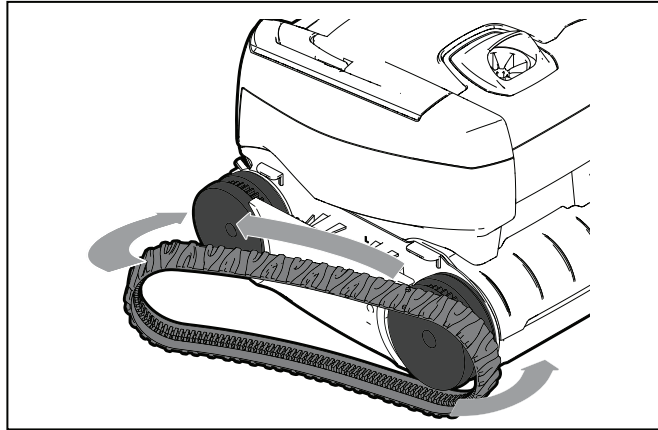

Figure 24. Étirement du rail autour des roues
3. Pour installer un nouveau rail, placez la nervure intérieure du rail dans la rainure de la première roue. (Voir Figure 24.)
4. Étirez le rail autour de la deuxième roue (voir Figure 24). Poussez et positionnez la nervure du rail de manière à ce que le rail repose correctement dans la rainure de la roue.